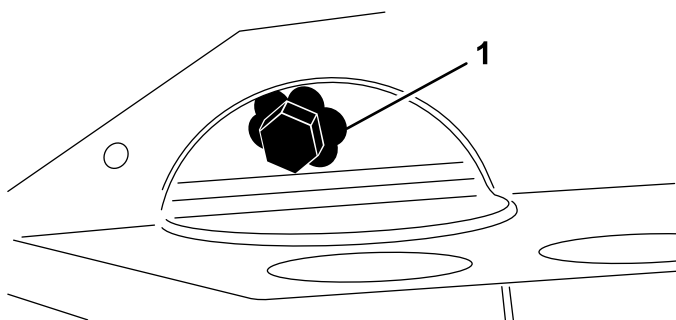

Bild 45
2. Entfernen Sie die Ablassschraube (Bild 45) und lassen Sie das Öl in die Auffangwanne ab.